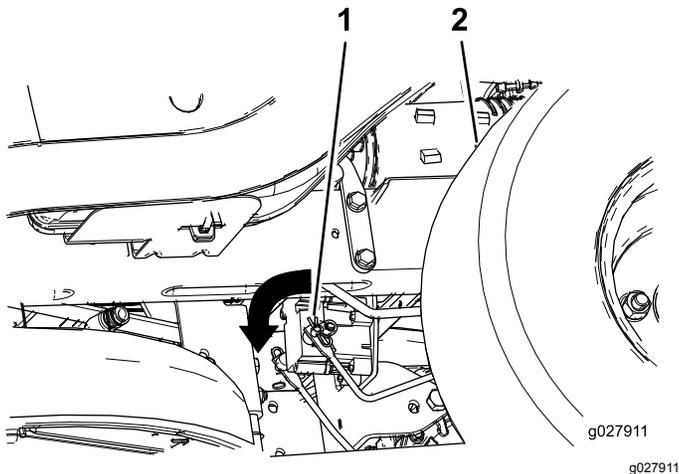

Bild 52
3. Finden Sie die Welle an der elektrischen Bremse, an der die Bremsgestängearme angeschlossen sind (Bild 52).